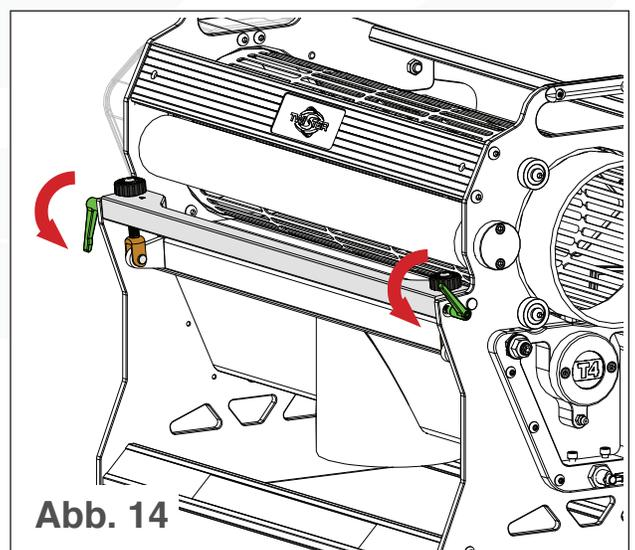

Abb. 14
1. Ziehen Sie die Verriegelungsknöpfe der Einstellstange heraus und drehen Sie sie so, dass sie gerade nach unten zeigen (siehe Abb. 14). Dadurch soll verhindert werden, dass sie beim Drehen des T4 brechen.